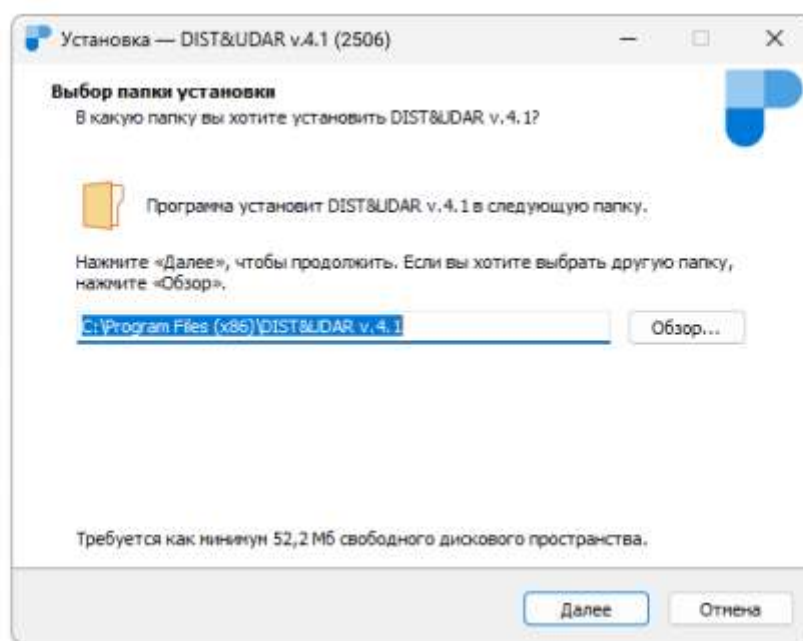

Рисунок 2.3.1 – окно Мастера установки ПО
2. Запустить исполняемый файл мастера установки **DIST&UDAR\_v.4.1.2506\_Setup\_x64.exe**. Откроется окно мастера установки (см. Рис. 2.3.1).